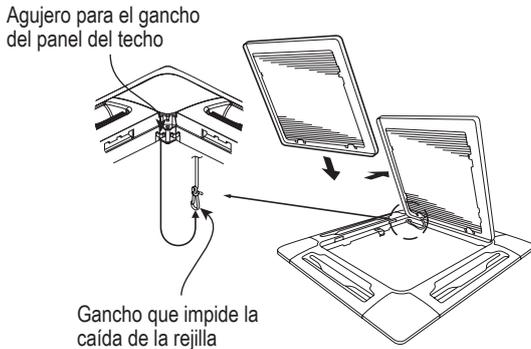

Fig. 2-24
- (2) Utilizar los tornillos suministrados para sujetar la tapa al panel.
- Asegurarse de colocar el cordón de seguridad que impide la caída de la rejilla. Esto evita la caída accidental de la rejilla de entrada. (Fig. 2-24)